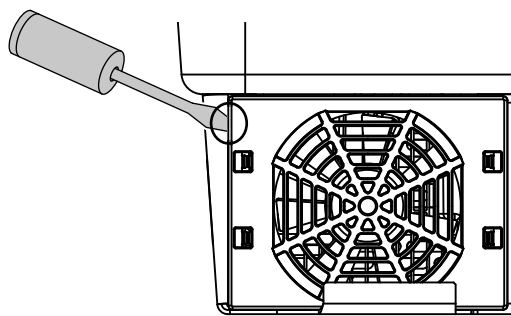

Fig. 52: Solte a grelha do ventilador
2. Desmonte o ventilador. Para tal, coloque uma chave de fendas na borda da grelha do ventilador e pressione levemente a grelha.  **Fig. 52**